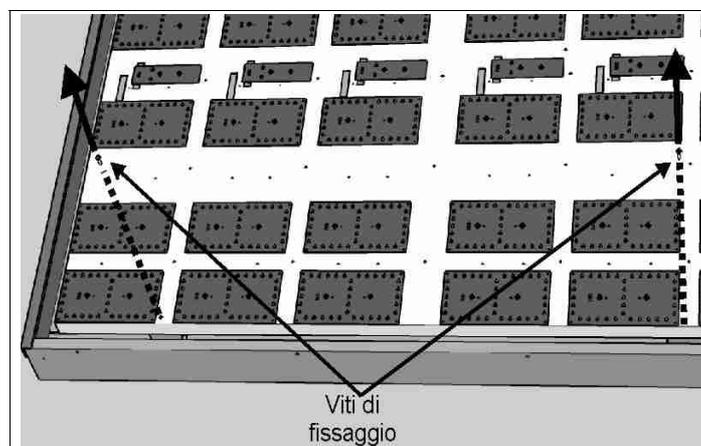

Fig. 14: Viti di fissaggio del supporto delle schede LED
4. Con un cacciavite a croce svitare le due viti di blocco del supporto metallico delle schede LED (Fig. 14), situate sul lato destro dello stesso.